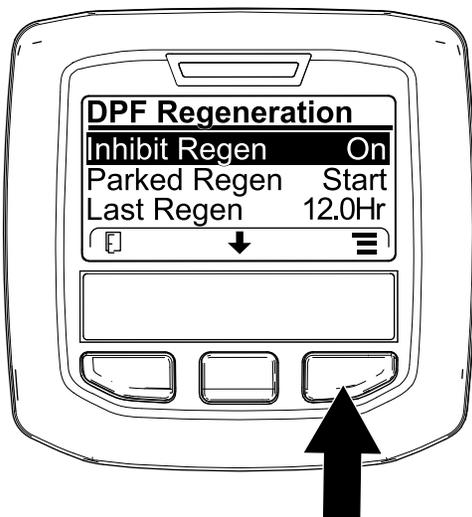
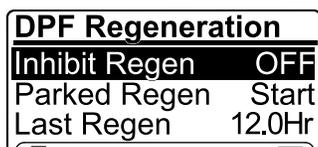

Figura 66
Figura 67
1. Accedete al menu DPF Regeneration, premete il pulsante centrale per scorrere il menu verso il basso fino all'opzione INHIBIT REGEN, quindi premete il pulsante destro per selezionare la voce Inhibit Regen (Figura 66).
2. Premete il pulsante destro per modificare l'impostazione dell'inibizione della rigenerazione da accensione a spegnimento (Figura 66) o da spegnimento ad accensione (Figura 67).